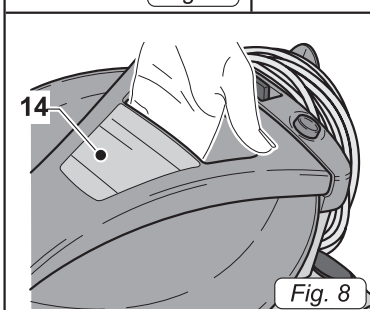

Fig. 8
- Per il suo sollevamento inserire le dita della mano nell'apposita maniglia (14 Fig. 8) ricavata sulla parte superiore del apparecchio.